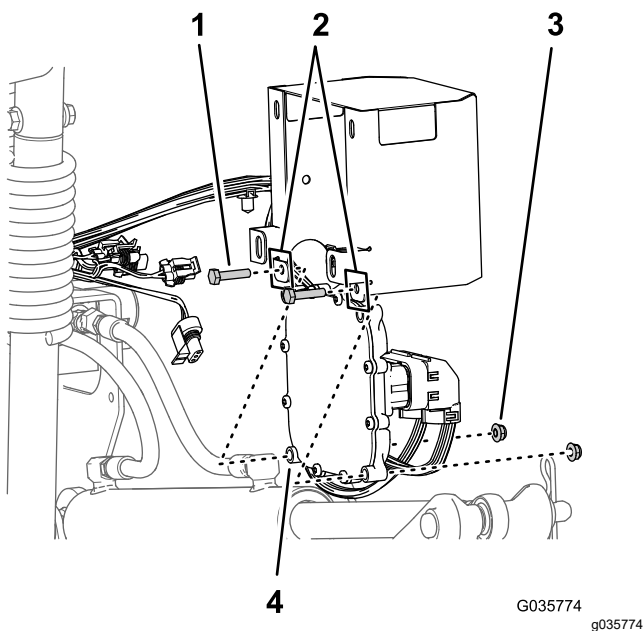

図 28
1. 電子コントローラを、コントローラカバーの内側にセットするコントローラの下外側の取り付け穴を、カバーの下後ろフランジに合わせる (図 28)。
2. コントローラをカバーに固定する ボルト 1/4 x 1 1/8" 2 本、フランジロックナット 1/4" 2 個を使用して 図 28 のように取り付ける。